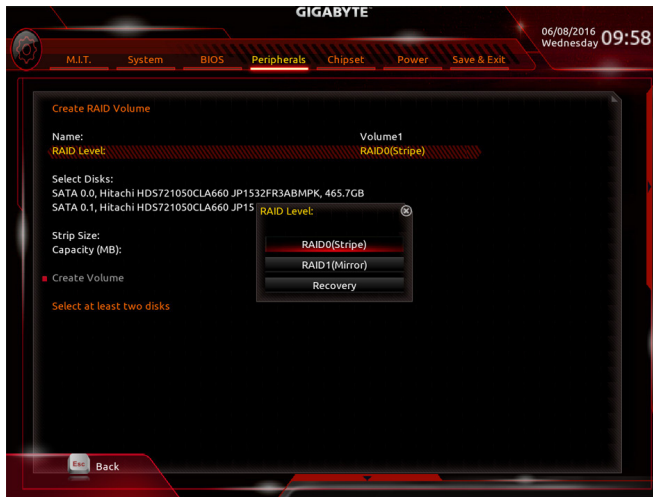

図 8
Intel(R) Rapid Storage Technology メニューにおいて、**Create RAID Volume** で <Enter> を押して **Create RAID Volume** 画面に入ります。Name の項目で 1~16 文字 (文字に特殊文字を含めることはできません) のボリューム名を入力し、<Enter> を押します。次に、**RAID レベル**を選択します (図 8)。サポートされる RAID レベルには RAID 0、RAID 1、リカバリ、RAID 10、と RAID 5 が含まれています (使用可能な選択は取り付けられているハードドライブの数によって異なります)。次に、下矢印キーを用いて **Select Disks** に移動します。